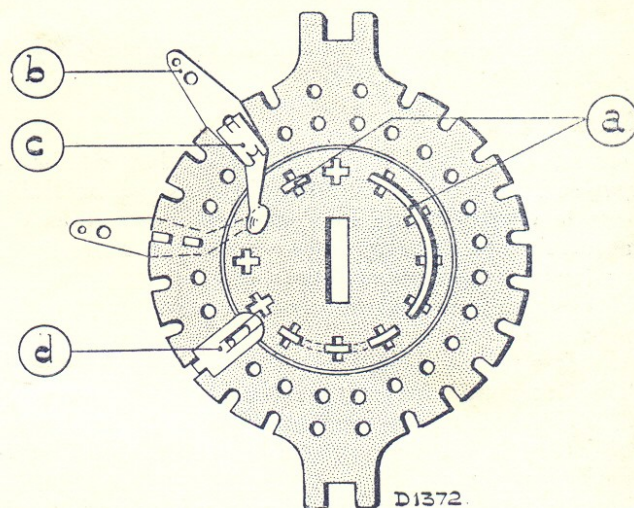

Fig. 6
- Une unité de commutation se compose d'un rotor et d'un stator (fig. 6).